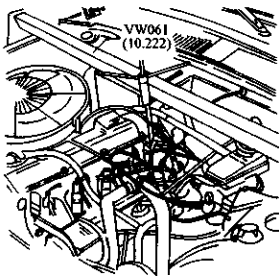

图 3-22 固定发动机
10) 放下汽车, 并将发动机固定好, 如图 3-22 所示。